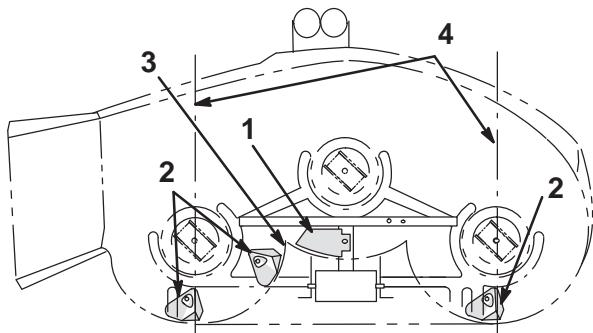
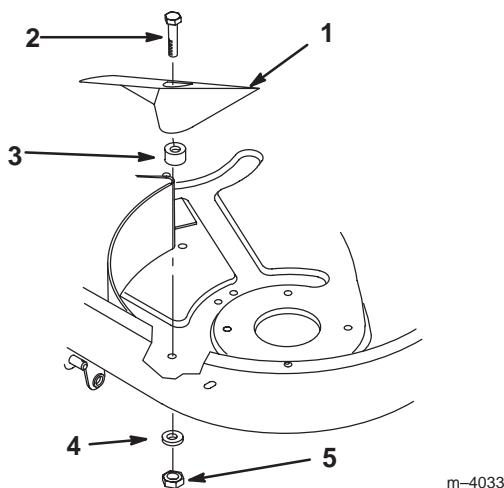

Bild 16
Bild 17
1. Positionieren Sie die Kicker vorschriftsmäßig (Bild 16).
3. Positionieren Sie die Kicker (Bild 16) und sichern diese mit drei Schrauben (5/16 x 1"), Distanzstücken, Scheiben und Sicherungsmuttern ab (Bild 17).